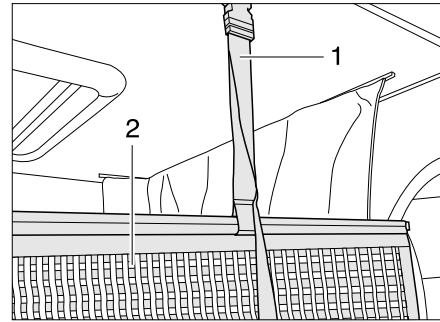

Bild 94 Halterung Sicherungsnetz
Das Sicherungsnetz (Bild 94,2) mit den Haltegurten ist unter der Matratze verstaub. Das Sicherungsnetz erst aufspannen, wenn sich die Personen bereits im Hubbett befinden.
- Haltegurte (Bild 94,1) in die Halterungen an der Decke einrasten.